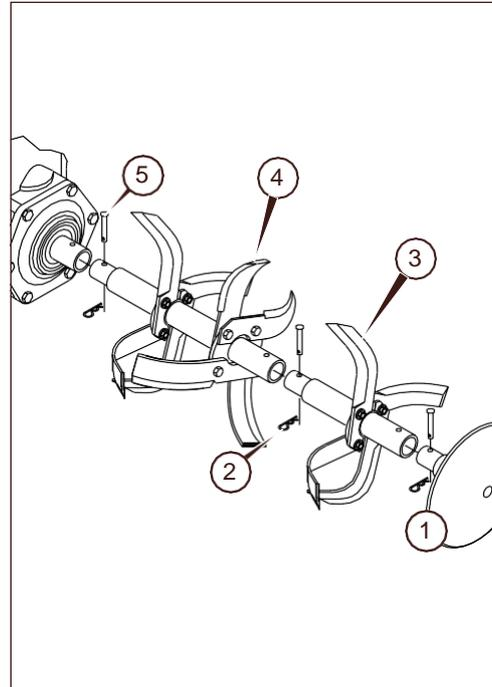

Fig. 4
**Fig. 4 - Unité de fraisage.** - 1) Disque de serrage. - 2) Goupille élastique. - 3) Assemblage de la houe simple. - 4) Assemblage de la double houe. - 5) Goupille de verrouillage de la houe.